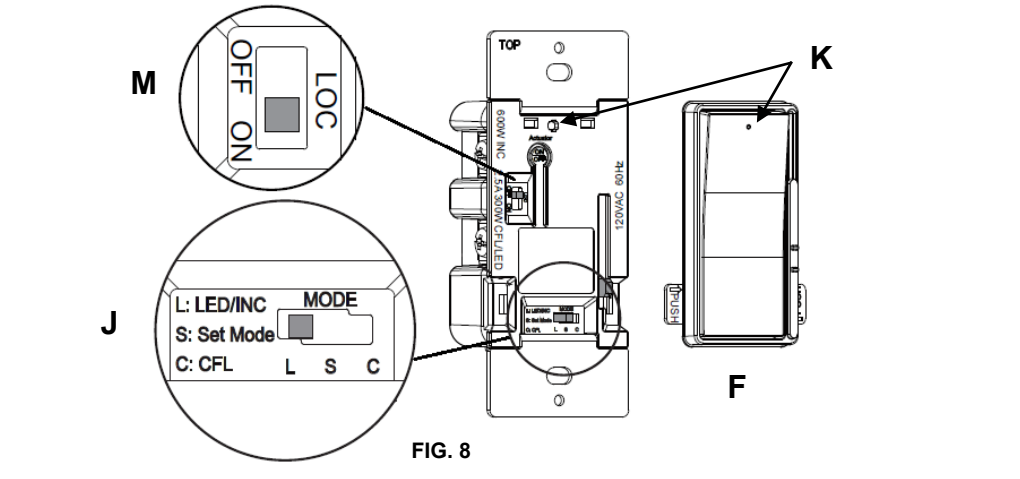

FIG. 8
- Este interruptor de atenuación viene preconfigurado en la fábrica con el interruptor de modo "J" en el modo L, que funciona para bombillas de luz LED o incandescentes. Para su aplicación en el control de bombillas CFL, colocar el interruptor de modo "J" en el modo C en la posición correcta (FIG 8).
- This dimmer switch is pre-set at the factory with the Mode Switch "J" set to Mode L which works for LED or incandescent light bulbs. For application in controlling CFL light bulbs, set the Mode Switch "J" to Mode C at the right position (FIG 8).
- Optional Locator Light "K" (FIG 8). By factory default, the white locator light (LOC) of the dimmer switch is ON when the load light is OFF, and the locator light is OFF when the load light is ON. To turn off the locator light when the load light is OFF, move the LOC switch "M" to the OFF position to disable it.
- Voyant lumineux "K" (FIG. 8) optionnel. Par défaut, le voyant lumineux (LOC) de l'interrupteur/gradateur est allumé lorsque la lumière de la charge est éteinte et il est éteint lorsque la lumière de la charge est allumée. Pour éteindre le voyant lumineux lorsque la lampe de la charge est éteinte, mettre le commutateur LOC "M" à la position OFF.
- Luz de localización opcional "K" (FIG 8). Por defecto de fábrica, la luz de localización blanca (LOC) del interruptor de atenuación permanece ENCENDIDA cuando la luz de carga está APAGADA, por lo contrario la luz de localización permanece APAGADA cuando la luz de carga está ENCENDIDA. Para apagar la luz de localización cuando la luz de carga está APAGADA, MOVER el interruptor LOC "M" a la posición de APAGADO para deshabilitar.